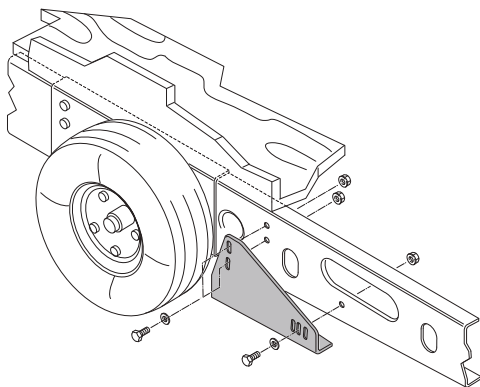

Fig. 13
- Adatto per caravan fino a 1800 kg con un telaio AL-KO Vario III/AV con uno spessore del telaio inferiore a 2,8 mm (Fig. 13).